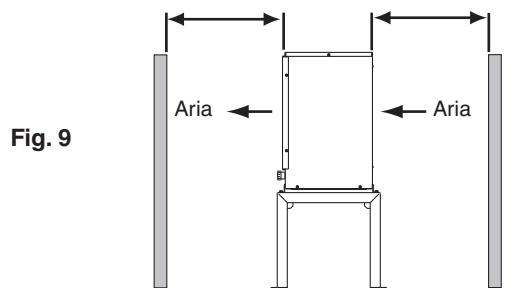

Fig. 9
- Scegliere una zona asciutta e ben ventilata con almeno 61 cm di spazio libero davanti e dietro, per garantire la corretta circolazione dell'aria e agevolare gli eventuali interventi di assistenza o manutenzione. Vedere Fig. 9.